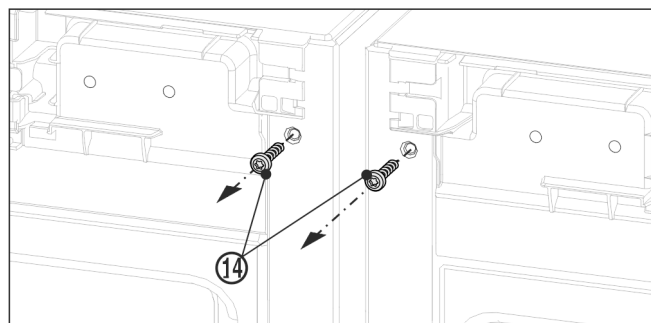

Fig. 11
- Перед монтажом верхнего угла выкрутить оба винта заземления Fig. 11 (14).